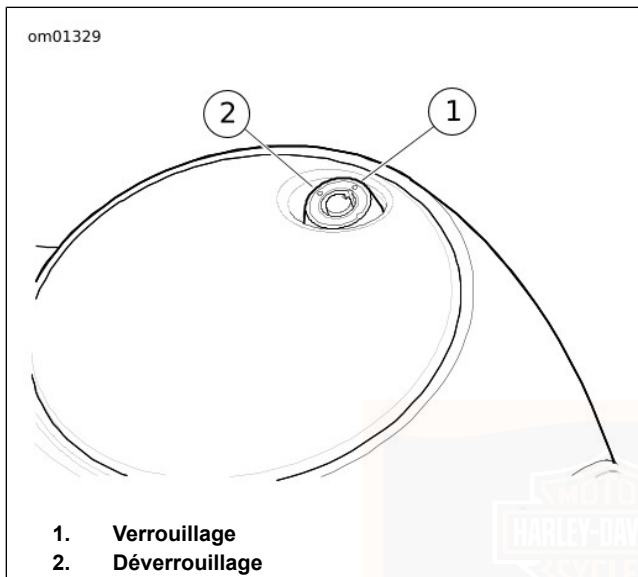

Figure 18. Porte du réservoir de carburant
- Voir Figure 18. Sur tous les autres modèles, le bouchon de remplissage de carburant se trouve sous une porte verrouillable. Utiliser la clé de contact pour déverrouiller la porte du réservoir de carburant. Le bouchon de remplissage de carburant doit être complètement fermé avant de fermer la porte du réservoir de carburant.